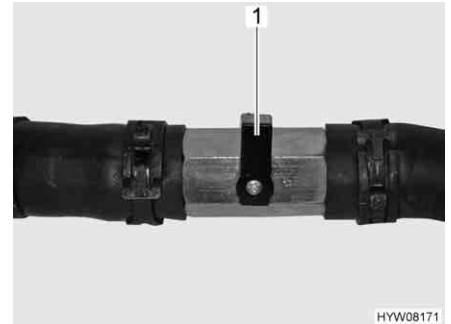

Bild 199 Avstängningsventilen stängd
- Ställ avstängningsventilens spak (Bild 199,1) vinkelrätt mot röret.